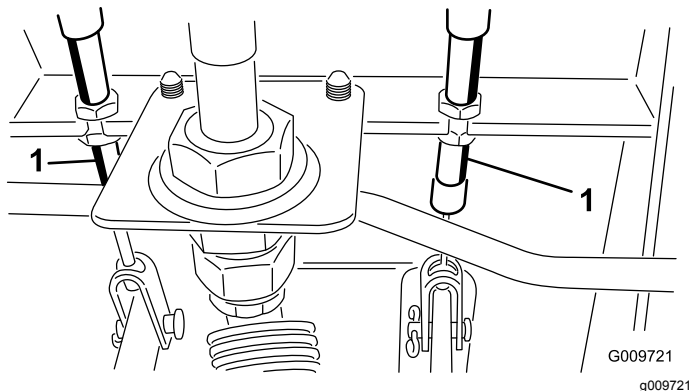

Figura 112
- A. Allentate il dado anteriore sull'estremità filettata del cavo del freno (Figura 112).